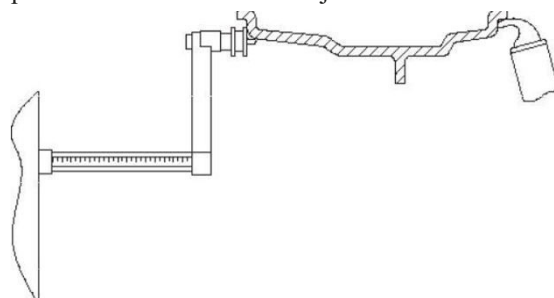

Fig9
2. Træk begge sensorer ud og hvil dem på fælgen som vist i Fig9.
2. Træk afstands-/diameterensoren ud og placer den på fælgen som vist i Fig9.